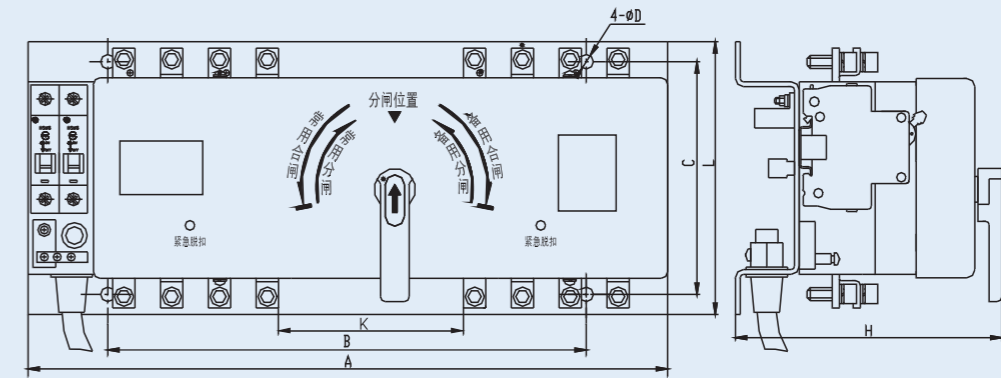

图10
4、HSQ1系列开关本体（单电操）的外形及安装尺寸见图10和表5。